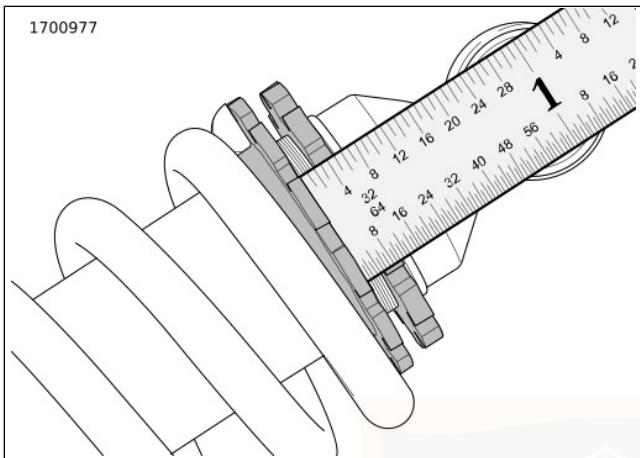

Abbildung 22. Messung der Hinterradfederung
3. Siehe Abbildung 21 und Abbildung 22. Den Vorspannungseinstellungsring in die gewünschte Position drehen.
- a. Den Einstellungsring (1) im Uhrzeigersinn drehen, um den Vorspannungsabstand zu erhöhen.
4. Den Schließring (3) im Uhrzeigersinn drehen und gegen den Einstellungsring anziehen.